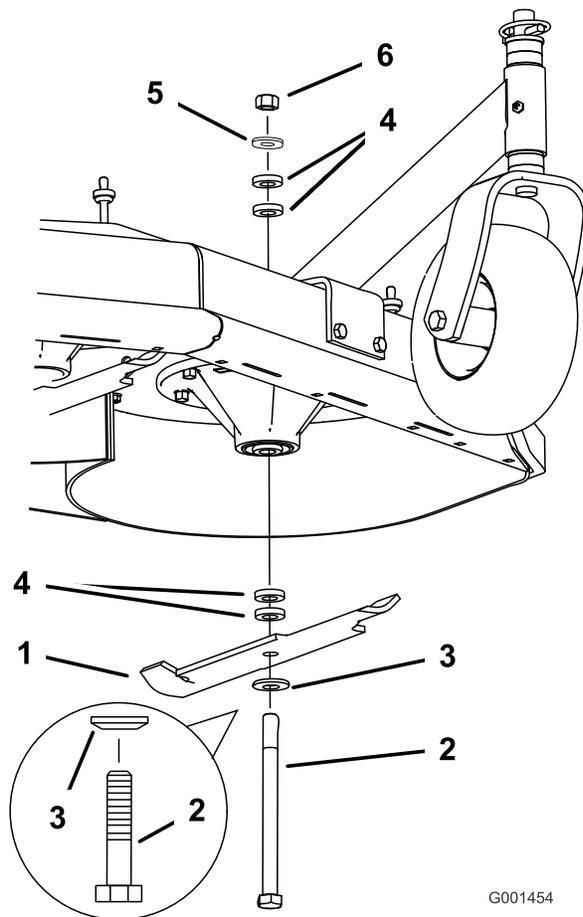

Figura 55
2. Togliete il dado, il bullone della lama, la rondella concava, la lama, i distanziali e la rondella sottile dal fusello (Figura 55).
1. Montate il bullone, la rondella concava e la lama. Selezionate un numero di distanziali adeguato all'altezza di taglio e inserite il bullone nel fusello (Figura 55).
2. Montate i distanziali restanti e fissateli con una rondella sottile e un dado (Figura 55).